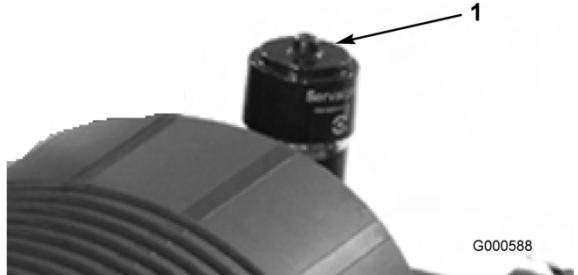

Figura 30
Revise el filtro del limpiador de aire únicamente cuando el indicador de mantenimiento (Figura 30) lo requiera. El cambiar el filtro antes de que sea necesario sólo aumenta la posibilidad de que entre suciedad en el motor al retirar el filtro.
6. Reinicie el indicador (Figura 30) si se ve rojo.